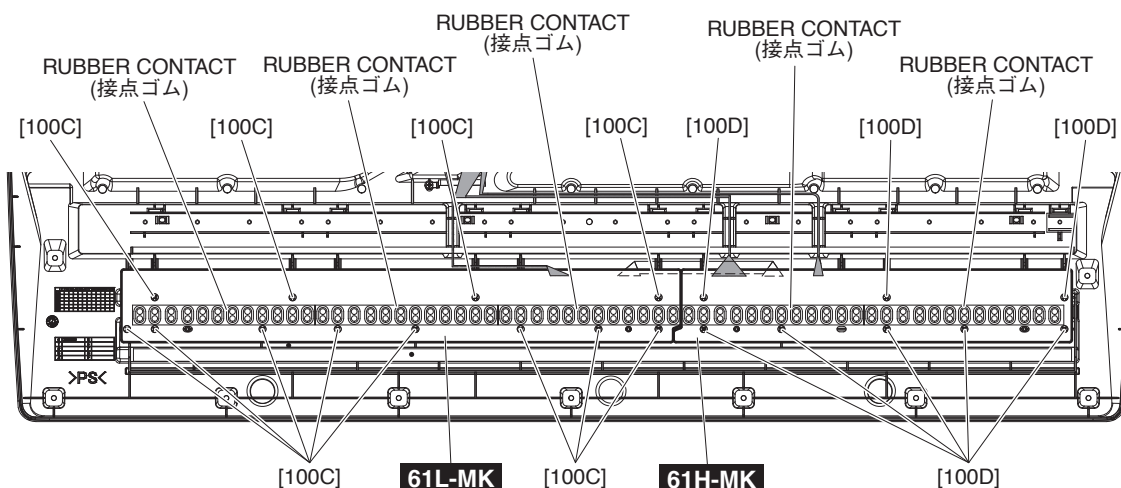

Fig. 10 (図10)
- 18-3-2. Remove the rubber contacts. (Photo 2, Fig. 10)
- 18-4-2. Remove the twelve (12) screws marked [100C]. The 61L-MK circuit board can then be removed. (Fig. 10)
- 18-5-2. Remove the eight (8) screws marked [100D]. The 61H-MK circuit board can then be removed. (Fig. 10)
- 18-3-2. それぞれの接点ゴムを外します。(写真 2、図 10)
- 18-4-2. [100C] のネジ 12 本を外して、61L-MK シートを外します。(図 10)
- 18-5-2. [100D] のネジ 8 本を外して、61H-MK シートを外します。(図 10)